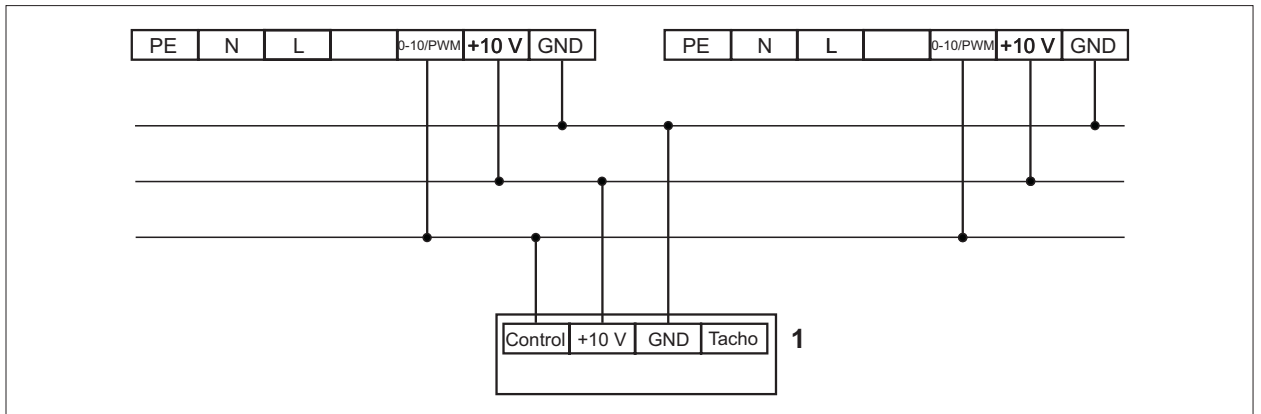

Abb. 6.2 Schaltplan Stufenlosen Drehzahlsteller 0 - 10V mit mehreren Luftheizer LH-EC
- ▶ Abb. 6.2 Schaltplan Stufenlosen Drehzahlsteller 0 - 10V mit mehreren Luftheizer LH-EC beachten.